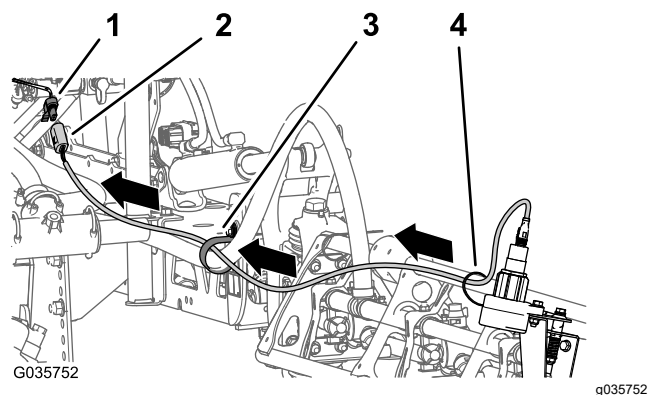

Figura 23
spre partea din față a colectorului cilindrului de ridicare (Figura 23).
3. Conectați conectorii cu 4 pini pentru cablul senzorului din stânga și din dreapta la conectorul cu 4 orificii al cablului pentru setul de finisare a braului ultra sonic (Figura 23) cu etichetă LEFT SONIC SENSOR (SENZOR SONIC STÂNGA) și RIGHT SONIC SENSOR (SENZOR SONIC DREAPTA).
5. Fixai firul care vine de la senzor la bra cu coliere de cablu (Figura 23).